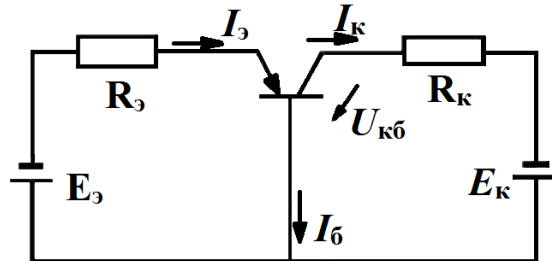

Рис. 2.62. Схема к задаче 8
8. Кремниевый транзистор  $p-n-p$ -типа включен по схеме рис. 2.62 и работает в активном режиме.  $R_3 = 0,5 \text{ кОм}$ ,  $R_6 = 25 \text{ кОм}$ ,  $R_K = 4 \text{ кОм}$ ,  $E_3 = 2 \text{ В}$ ,  $E_K = 16 \text{ В}$ ;  $\alpha = 0,98$ ;  $I_{K0} = 0$ .